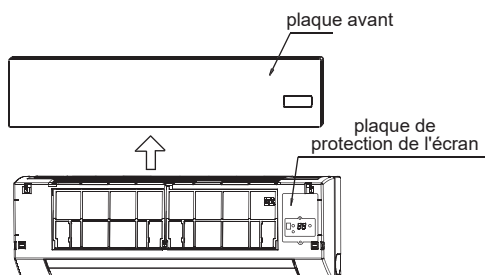

Fig.7-1
- Sortez la plaque avant puis démontez la plaque de protection de l'écran. (Voir Fig. 7-1)